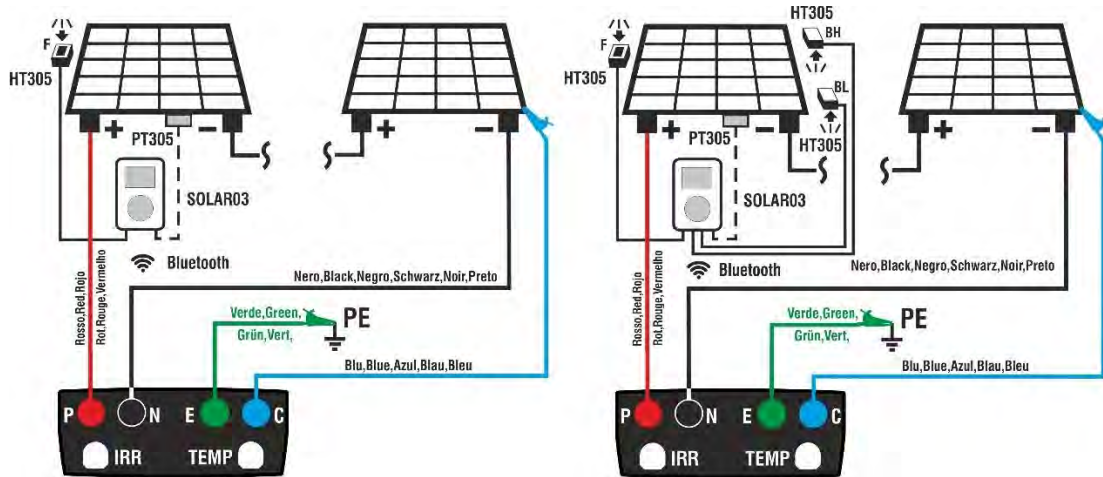

Abb. 13: Verbindung mit Fernstation im direkten an Monofazialen und Bifazialen Modulen
3. Verbinden Sie das Instrument mit dem zu messenden PV-Modul/String und eventuell mit dem Haupt-Erdungsknoten des Systems und mit geerdeten Metall-Massen, wie in der Abb. 13 gezeigt. Insbesondere:
- **Bei bifazialen Modulen** → stellen Sie die **3 Bezugszellen HT305** auf die Frontfläche des Moduls (**F**), auf die obere Rückseite (**BH=BackHigh**) und auf die untere Rückseite (**BL=BackLow**) des Moduls. Verbinden sie die vordere Bezugszelle (F) am Eingang „**INP1**“, die Bezugszelle BH am Eingang „**INP2**“, die Bezugszelle BL am Eingang „**INP3**“ und **eventuell** die Temperaturprobe **PT305** am Eingang „**INP4**“ der Fernstation. Gemäß IEC/EN60904-1-2 berechnet das Instrument den Wert der äquivalenten frontalen Einstrahlungsstärke (**Irr_{eq}**), der der Einstrahlungsstärke nur auf der Frontseite entspricht, die die gleichen Auswirkungen hat wie die auf beiden Seiten gemessene Einstrahlungsstärke, wobei der **Bifazialitäts-Koeffizient** (φ) des Moduls gemäß der folgenden Beziehung berücksichtigt wird: